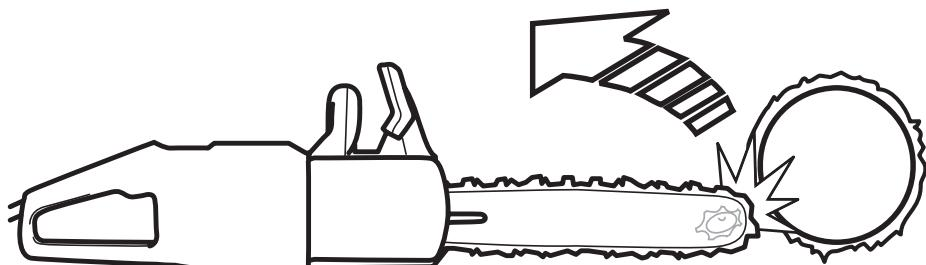

Рисунок 3 — Отброс бензопилы
• Отброс — это неожиданная ответная реакция бензопилы в процессе работы, когда она резко подается назад к оператору в результате контакта верхней носовой части (зона отбраса) направляющей шины (см. рис. 3, 4) с другими предметами.